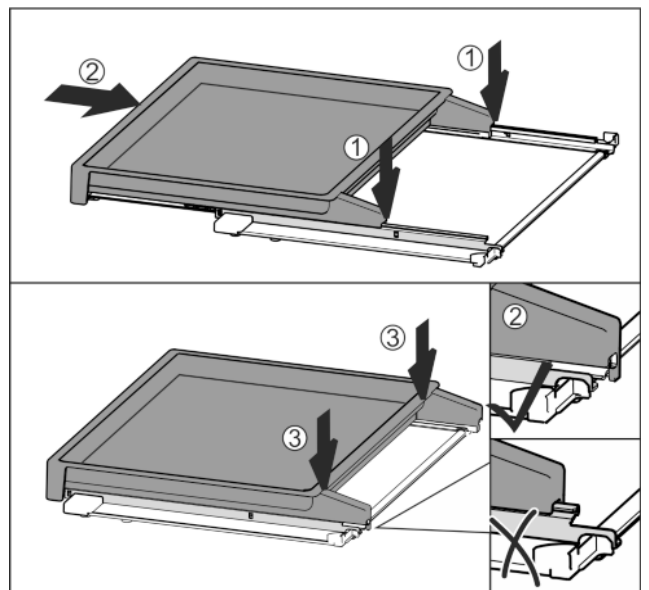

Fig. 38
- ▶ Colóquela centrada sobre los rieles Fig. 38 (1).
- ▶ Introduzca completamente la tabla expandible Fig. 38 (2).
- ▶ Presione en la parte posterior hasta que se escuche que haya encajado Fig. 38 (3).